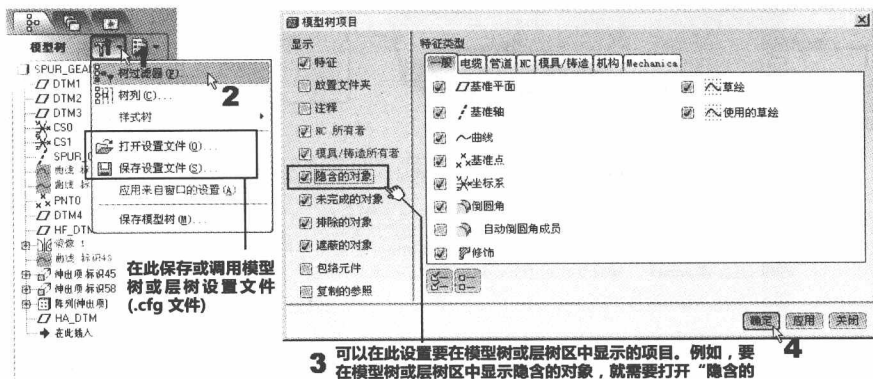

图1-3 模型树和层树里的设置
(2) 模型树和层树里的“设置”。如图1-3所示,可以在此设置导航选项卡里要显示哪些对象,以及保存所做的设置。